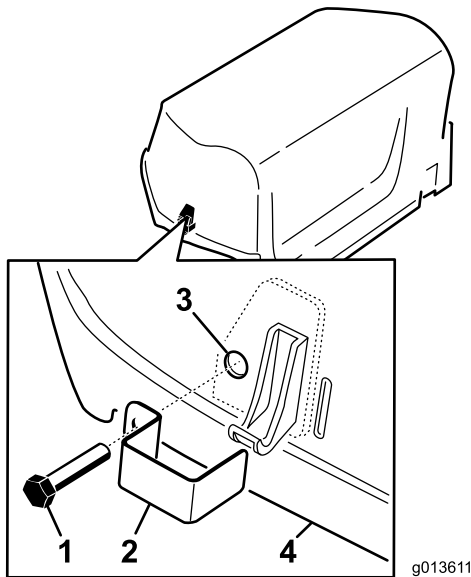

図 5
1. 左右についているラッチ 図 5 のそれぞれに、ラッチロックをタップボルトで固定する左右合計 2 個。
2. プライヤかモンキーレンチを使って、内部ロックワッシャを各ボルトに入れて 1 山か 2 山ボルトを固定する 図 5。